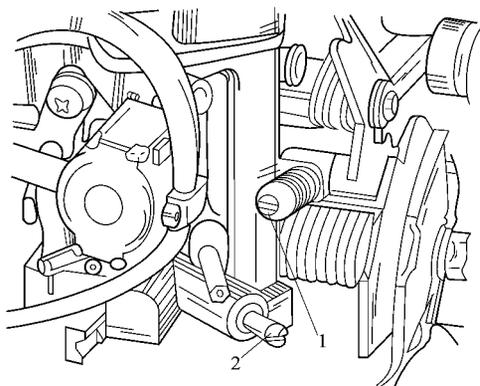

图 5 - 57 26/30DC 型化油器怠速调整位置
(5) 将空调开关接通,并将鼓风机开关接通至 4 档。
(6) 在空调压缩机离合器吸合的条件下,调整节气门调节螺钉,将怠速提升转速调整至 (50 ± 50) r/min。
(7) 关闭空调和鼓风机开关。
(8) 拔下曲轴箱通风管。
(9) 调整图 5 - 57 中所示的怠速调节螺钉将一氧化碳的浓